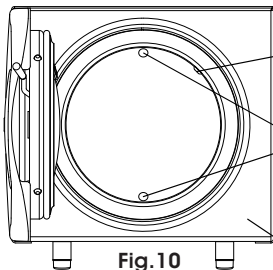

Fig. 10
- 9▶ SAÍDAS INTERNAS DE VAPOR** - Existem dois orifícios localizados na parede posterior da câmara (Fig. 10, pág.11) que servem como conduto para o vapor até a válvula solenóide. Devem ser inspecionadas **diariamente** e permanecer livre de obstruções.
- ATENÇÃO!** Ao colocar os instrumentos/artigos na autoclave, tome sempre cuidado para não encostá-los nos orifícios das saídas internas de vapor, isso ocasionará interferência no ciclo. Consulte item 6.4 (Pág. 23).
- 11▶ SENSOR DE TEMPERATURA** - Componente fixado internamente à cuba (câmara de vapor) responsável pelo monitoramento da temperatura da pressão interna do vapor. (Fig. 10, pág. 11).
- 12▶ CHASSI** - O Chassi da autoclave (estrutura metálica) é produzida em aço carbono com pintura eletrostática texturizada. A tinta utilizada na pintura (Nobak) possui propriedades antimicrobianas (Fig. 10);
- 13▶ CAPA** - É produzida em aço carbono com pintura eletrostática (Fig. 10);